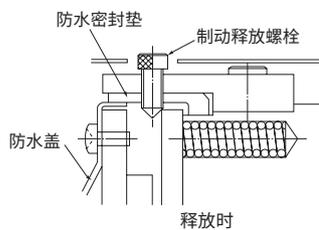

图 F59
- (1) 先拆下对角2个位置处的制动器释放螺栓，取下手动释放安全垫片后，再用六角扳手重新拧入螺栓，制动器即被释放。此时，不要将制动器释放螺栓拧得过紧。(请一边确认制动器是否已释放，一边拧入制动器释放螺栓。)(参见图F59、F60)